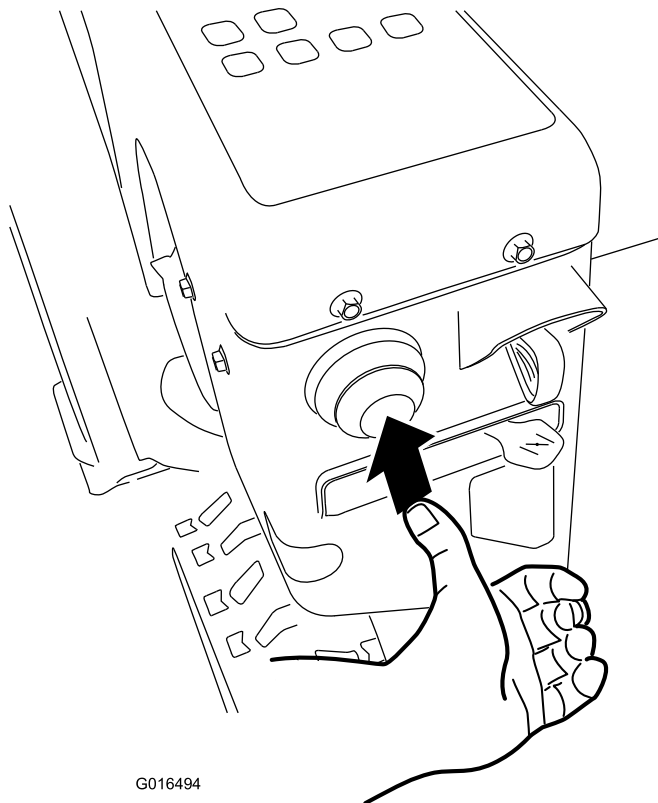

Figura23
4. Apăsați ferm pistonul de 3 ori cu degetul mare, ținându-l timp de o secundă înainte de a-l elibera de fiecare dată (Figura23).